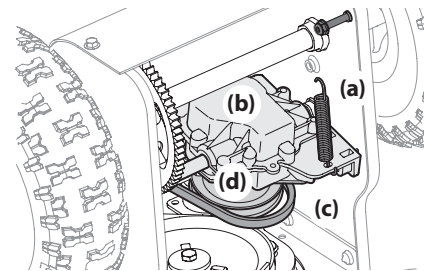

Figura 4-18
2. Quite el resorte que conecta la transmisión a un perno en el cuadro del motor. Vea la Figura 4-18.
6. Incline la transmisión hacia adelante y ubique la correa de transmisión en la polea de transmisión. Consulte la Figura 4-18.
7. Vuelva a conectar el resorte al perno en el marco del motor y ajuste la tuerca de transmisión. Vuelva a instalar la tuerca de seguridad bridada. Consulte la Figura 4-18.